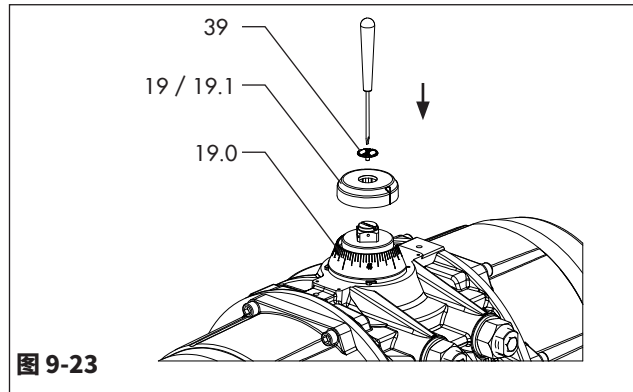

图 9-23
请参阅图9-1和图9-23。
- 紧固指示器螺钉 (39) (如有)。(图9-23)